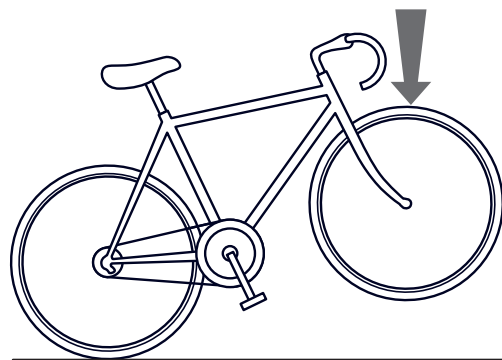

Abb. 22
- Eine grobe Kontrolle der korrekten Klemmung des Laufrads lässt sich wie folgt durchführen: Heben Sie das Vorderrad am Lenker an (Abb. 22) und schlagen Sie von oben nach unten auf das Laufrad. Achten Sie darauf, dass das Laufrad fest und sicher in Position bleibt.